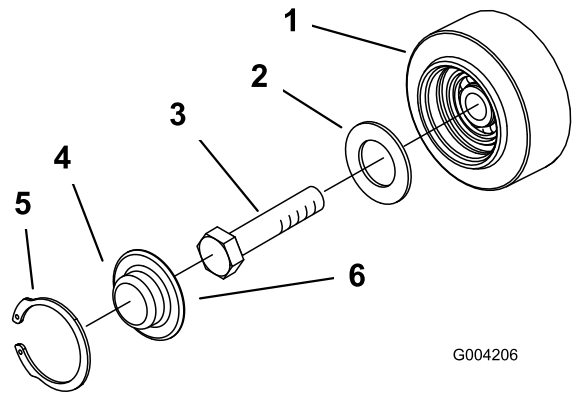

Figure 45
3. Déposez le jonc d'arrêt et le chapeau d'un galet de roulement (Figure 45).
4. Vérifiez la graisse sous le chapeau et autour du joint (Figure 45). Si elle est encrassée, granuleuse ou en quantité insuffisante, enlevez toute la graisse, remplacez le joint et ajoutez de la graisse neuve.
6. Placez le chapeau de galet de roulement sur la tête du boulon (Figure 45).
7. Fixez le chapeau avec le jonc d'arrêt (Figure 45).